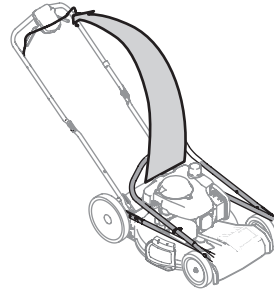

Figura 7
3. Mientras se estabiliza la cortadora de césped para que no se mueva, levante y gire suavemente la manija superior hasta la posición de funcionamiento (Figura 7). Asegúrese de que la manija inferior esté asentada firmemente sobre los soportes de la manija. No presione los cables del control de la transmisión o de la cuchilla mientras levanta la manija.